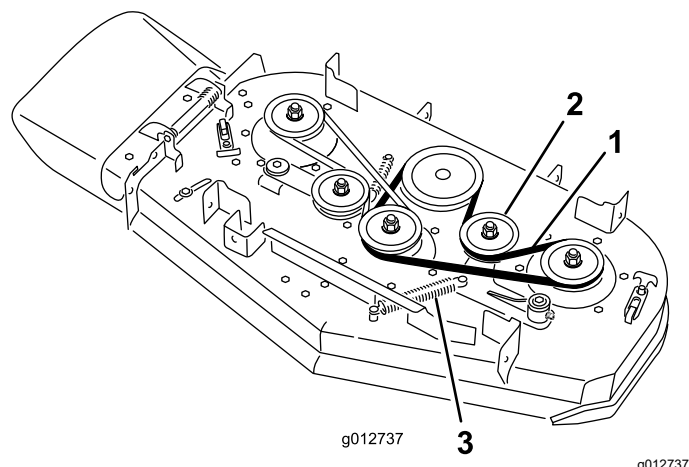

Figura 65
- A. Sganciate la molla dal perno di ancoraggio sul braccio della puleggia tendicinghia (Figura 65).
- B. Togliete la cinghia del tosaerba usurata (Figura 65).
- C. Montate una nuova cinghia del tosaerba attorno alle pulegge del piatto di taglio, alla puleggia della frizione e alla puleggia tendicinghia (Figura 65).